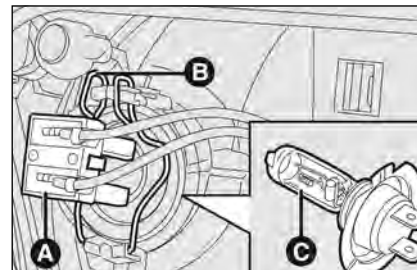

fig. 24
- maak de stekker **A-fig. 24** los;
- haak de borgveer van de lamp **B-fig. 24** los;
- trek de lamp **C-fig. 24** uit de houder en vervang hem;